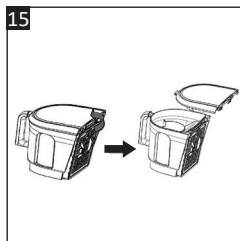

Fig. 15
2. À l'arrière du couvercle du compartiment à poussière, appuyez sur le bouton de déverrouillage du couvercle situé au centre et poussez le bouton vers le haut pour retirer le couvercle (Fig. 15).